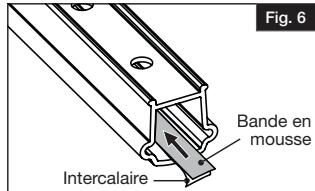
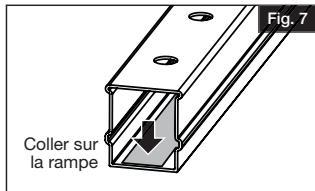

Fig. 6
Fig. 7
- Avant d'installer des barreaux en aluminium ronds, placer la bande en mousse fournie sur la partie supérieure de la main courante et sur la partie inférieure de la lisse (côtés opposés aux trous toupillés). Couper la bande en mousse à la longueur des rampes. Puis, enlever 1 po (25 mm) de l'intercalaire à chaque extrémité de la bande en mousse pour exposer l'adhésif (Fig. 6). Appuyer sur la bande en mousse pour la coller sur les rampes (Fig. 7). NE PAS enlever l'intercalaire sur toute la bande.